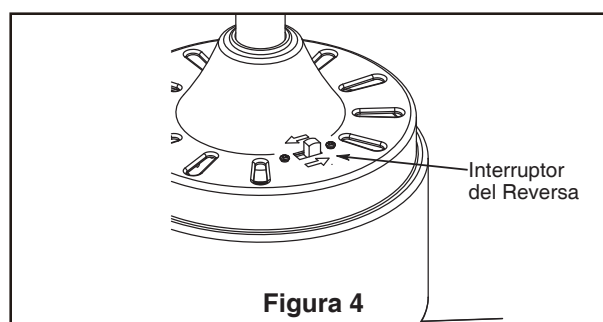

Figura 4
- ☐ 4. Si se desea que el flujo del aire vaya en la dirección opuesta, apague el ventilador y espere a que se detengan las palas. Deslice la carcasa de la cubierta para visualizar el interruptor del reverso. (Figura 4)